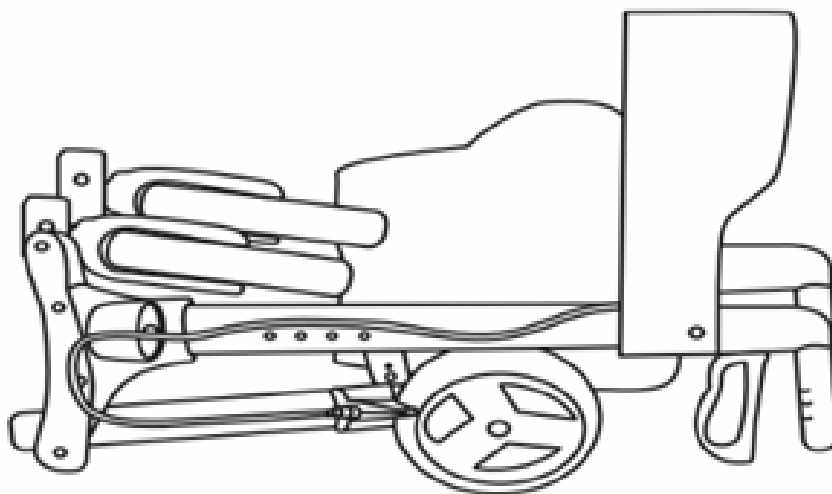

FIGURE 1
ÉTAPE 1: Lorsque vous sortez le déambulateur de sa boîte, il est complètement plié, comme le montre la figure 1.